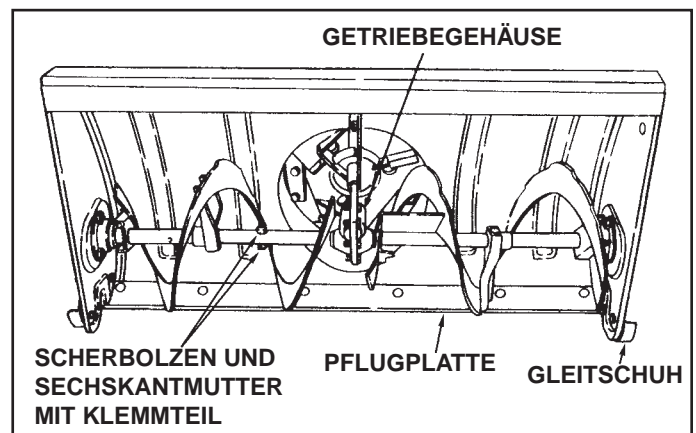

FIGURE 60
- Falls sich die Schnecken nicht drehen, ist zu prüfen, ob die Scherbolzen abgeschert worden sind. Siehe Abbildung 60. Zwei Ersatzscherbolzen und Sechskantmuttern mit Klemmteil sind mit der Schneefräse mitgeliefert worden. Bei zukünftigem Bedarf die Teilenummer 710-0890A Scherbolzen und Nummer 47810 Sechskantmutter mit Klemmteil bestellen.